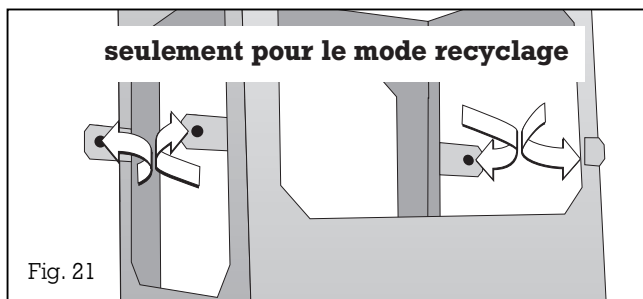

Fig. 21
**Seulement pour le mode recyclage :** repliez à 90° vers l'extérieur les quatre pattes de fixation de la dérivation de recyclage, en haut du bâti porteur (fig. 21).